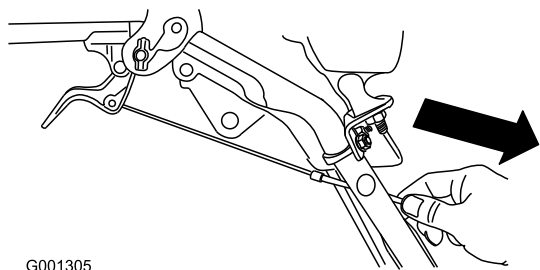

Figure 9
1. Serre-câble (2)
4. Tirez doucement sur la gaine du câble jusqu'à ce que le levier d'embrayage de roue soit abaissé et que le câble soit tendu. Serrez ensuite fermement l'écrou de serrage du câble (Figure 9).